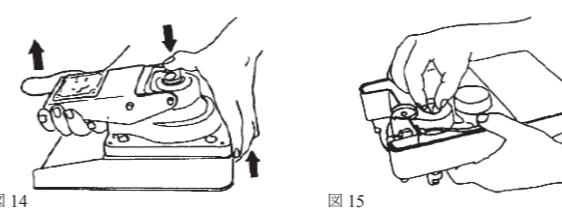

図10
- 本器を水平に持ちながら、底のカバーを外してください(図10)。